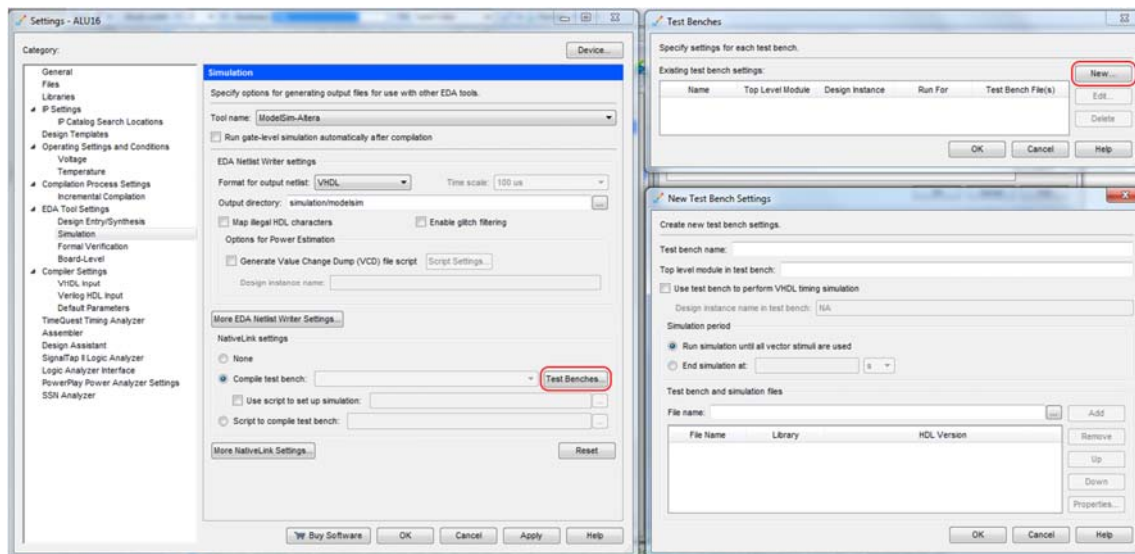

Figura 12 – Passos de configuração da *testbench* a usar na simulação temporal da ALU de 16 bits.
- Especifique as opções de simulação através do menu “Assignments → Settings...” (que deverá abrir a janela da esquerda da Figura 12).
- Nas opções “NativeLink Settings” ative “Compile test bench:” e clique no botão “Test Benches...” (Figura 12).
Após configuração, as três janelas da Figura 12 devem apresentar o aspeto das Figuras 13 a 15.